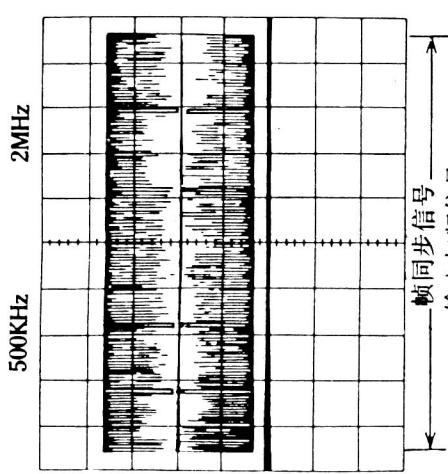

图15
④调节PF02,使2 MHz频率处的相对幅度为 1.6 ± 0.2 (假设500 kHz的幅度A = 2),如图15所示。